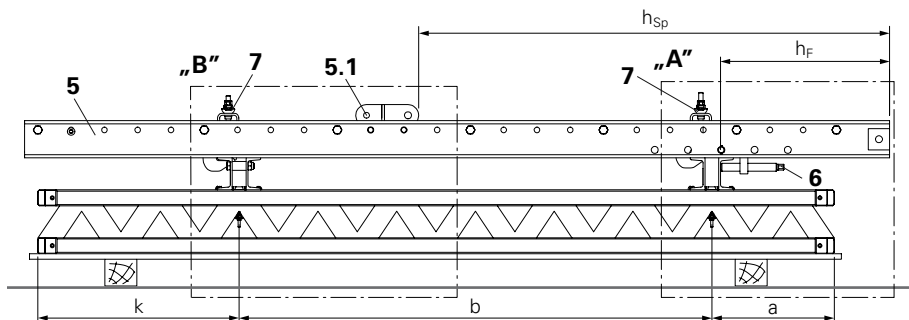
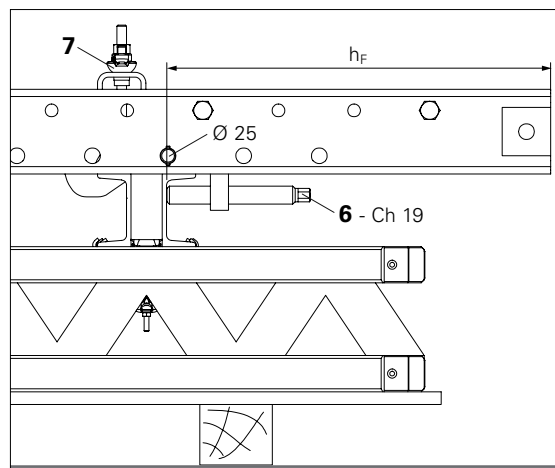

Fig. A3.01
Fig. A3.01a
1. Appoggiare il corrente verticale (5) sul corrente in acciaio della cassaforma, rispettando approssimativamente l'altezza h_F . (Fig. A3.01)
2. Installare il dispositivo di regolazione dell'altezza (6) con perno Ø 25. Assicurarsi che ci sia spazio sufficiente per registrare la cassaforma.
3. Avvitare l'alberino filettato (Ch 19) del dispositivo di regolazione (6) contro il profilo a U del corrente e registrare l'altezza h_F . (Fig. A3.01a)
4. Applicare l'attacco puntone (5.1) all'altezza h_{Sp} . (Fig. A3.01 + A3.01b)
6. Fissare i correnti verticali ai correnti della cassaforma con l'attacco fissaggio corrente (7). (Fig. A3.01a)
8. Serrare l'attacco fissaggio corrente (7) con dado con alette. (Fig. A3.01a)